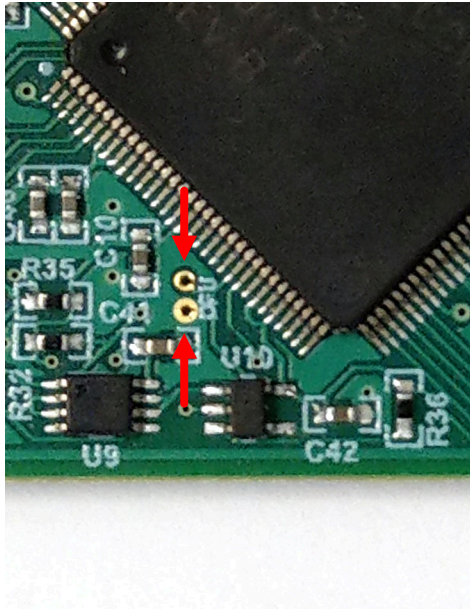

图 3-1. 用于手动进入 DFU 模式的测试点
- 使用一对镊子（或导线）短接标记为 DFU（如图 3-1 所示）的两个测试点时，按下并松开 RESET 按钮。